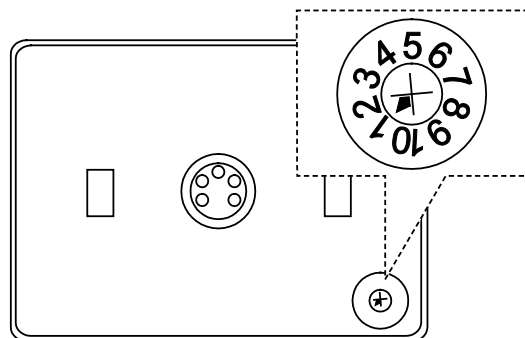

Fig. 7: Direccionamiento
1. Por favor, ajuste primero la dirección deseada, en el elemento de control 6066-.... – véase la Fig. 7.